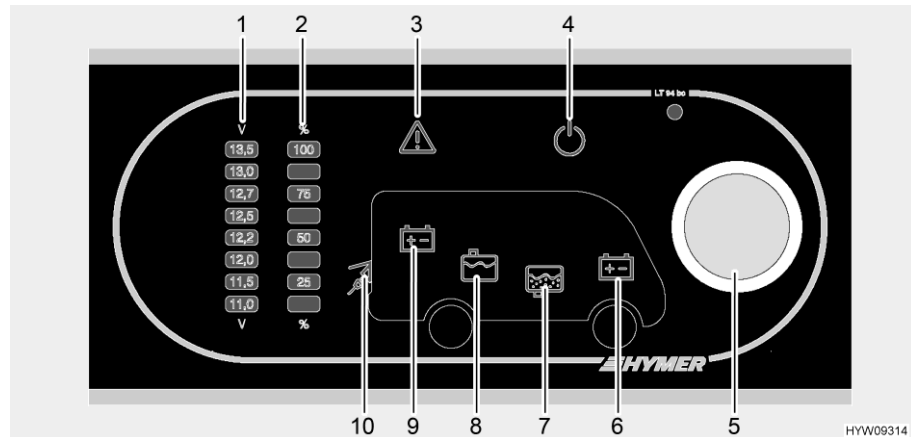

Fig. 144 Panel (LT 94)
El pulsador giratorio (Fig. 144,5) conecta y desconecta el panel y la alimentación de 12 V del habitáculo.
- Presionar el pulsador giratorio (Fig. 144,5): La alimentación de 12 V del habitáculo está conectada. La luz de control de 12 V (Fig. 144,4) se enciende.
- Presionar el pulsador giratorio (Fig. 144,5): La alimentación de 12 V del habitáculo está desconectada. Se apaga la luz de control de 12 V (Fig. 144,4).
A través del pulsador giratorio (Fig. 144,5) se puede consultar tanto la tensión de la batería del habitáculo como la tensión de la batería del motor de arranque. La tensión es indicada en la escala indicadora de la tensión de batería (Fig. 144,1).
- Girar el pulsador giratorio (Fig. 144,5) hasta que esté iluminado el símbolo de la batería para la cual se habrá de consultar la tensión.
Se indica la tensión de la batería del habitáculo (Fig. 144,9)
Se indica la tensión de la batería del motor de arranque (Fig. 144,6)
- Leer la tensión en la escala indicadora Tensión de batería (Fig. 144,1).
A través del pulsador giratorio (Fig. 144,5) se puede consultar tanto el nivel de llenado del depósito de agua como el nivel de llenado del depósito de aguas residuales. El nivel de llenado es indicado en la escala indicadora Nivel de llenado del depósito (Fig. 144,2).
- Girar el pulsador giratorio (Fig. 144,5) hasta que esté iluminado el símbolo del depósito para el cual se habrá de consultar el nivel de llenado.
Se indica el nivel de llenado del depósito de agua (Fig. 144,8)
Se indica el nivel de llenado del depósito de aguas residuales (Fig. 144,7)
- Leer el nivel de llenado la escala indicadora Nivel de llenado del depósito (Fig. 144,2).
La luz de alarma Alarma (Fig. 144,3) parpadeará tan pronto se sobrepase o se quede abajo de valores límite definidos.
La luz de alarma Alarma (Fig. 144,3) parpadeará tan pronto la tensión de la batería quede abajo de 11 V. En caso de que esté conectada la alimentación de 12 V, adicionalmente estará iluminado el símbolo de batería correspondiente (Fig. 144,6 ó 9), y la indicación "11,0" de la escala indicadora Tensión de batería (Fig. 144,1) parpadeará. Amenaza de descarga completa.
Alarma de depósito La luz de alarma Alarma (Fig. 144,3) parpadeará y el símbolo del depósito correspondiente (Fig. 144,7 ó 8) estará iluminado tan pronto esté vacío el depósito de agua o lleno el depósito de aguas residuales.
Se enciende la luz de control de 230 V (Fig. 144,10) cuando hay tensión de red en la entrada del bloque eléctrico.